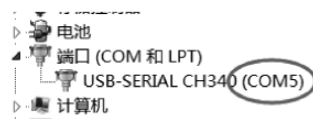

图 5.28 串口号
(1) 保持开发板与计算机的连接和供电,在“资源管理器”中查看开发板连接的串口号,如图 5.28 所示,这里的串口号为 COM5,不同的硬件有所不同。